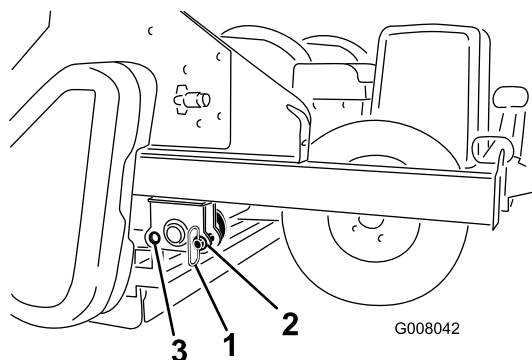

Рисунок 16
1. Извлеките стояночные штифты из задних отверстий (Рисунок 16).
3. Установите стояночные штифты в передние отверстия (Рисунок 16).